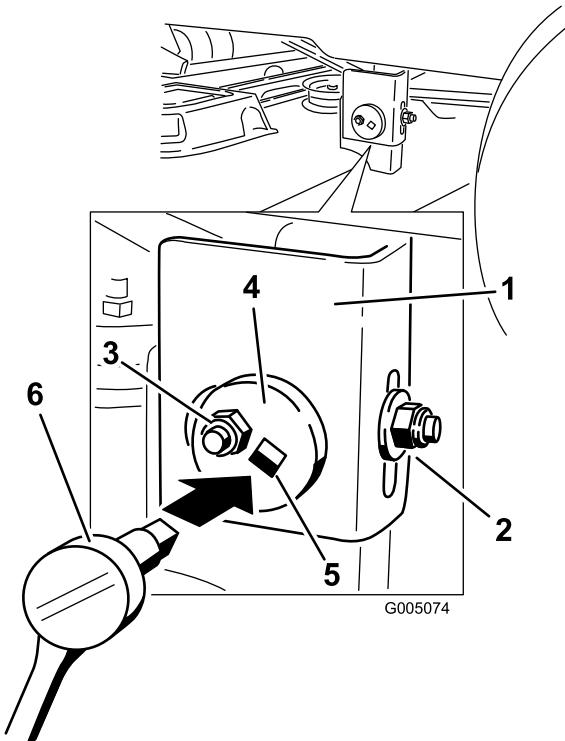

Figura 36
7. Spostatevi sul lato sinistro della macchina. Allentate, ma non togliete il dado di bloccaggio posteriore sul supporto di sospensione (Figura 36).
8. Allentate il dado di bloccaggio laterale sul supporto di sospensione appena a sufficienza per poter regolare la piastra eccentrica (Figura 36).
9. Fermate il piatto di taglio nella posizione regolata e serrate il dado di bloccaggio laterale sul supporto di sospensione per fissare la nuova posizione (Figura 36).